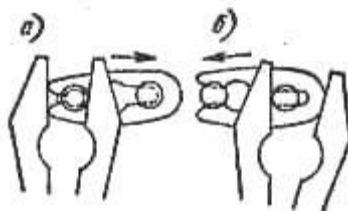
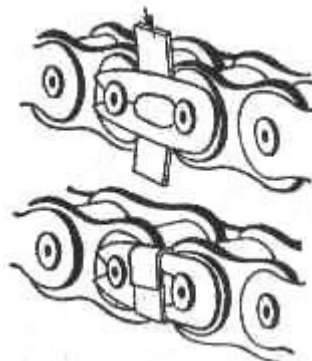

Рис. 55. Снятие и установка защелки замкового звена цепи с помощью плоскогубцев:
Рис. 56. Установка предохранительной полоски из жести на защелку замкового звена цепи
6. Снять при помощи плоскогубцев защелку замка цепи (рис. 55, а). Затем, продвинув цепь немного вперед, вынуть соединительное звено.
9. Сведя концы новой или вновь установленной цепи на звездочке заднего колеса, вставить новое (или старое) соединительное звено и закрепить его защелкой (см. рис. 55, б). Разрезная часть защелки должна быть обращена назад (если смотреть по ходу цепи). Замковое звено цепи снабжено достаточно тугой защелкой и все же не будет излишней установка на нем предохранителя (рис. 56), который исключит возможность соскакивания защелки и разъединения цепи при любых обстоятельствах.
7. Соединить цепь, вставив замок, установить защелку замка обязательно прорезью назад по ходу цепи и обжать ее предохранительной полоской, вырезанной из жести (см. рис. 56).